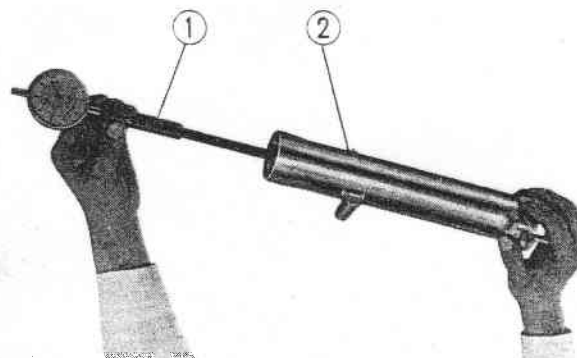

Fig. 11-18 ① Comparateur de cylindre
② Palmer
4. Mesurer le diamètre intérieur du tube enveloppe à l'aide d'un comparateur de cylindre. Si la dimension est supérieure à 39,68 mm le tube enveloppe inférieur de fourche avant doit être remplacé. (Fig. 11-18)